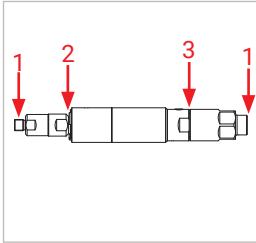
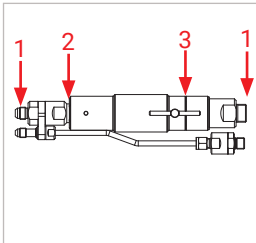

Figure 10
Figure 11
► Vérifier les points de mesure suivants (*Figure 10 et Figure 11*)
- raccords (1)
- au niveau des mâchoires de serrage (2)
- au niveau de l'actionnement excentrique (3)